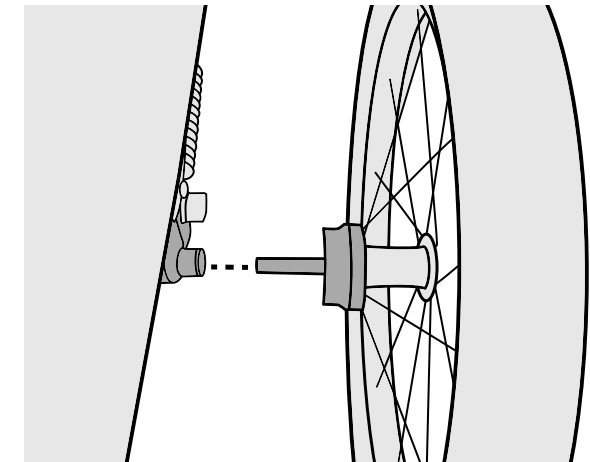

Abbildung 6
2. Schieben Sie die Radachse in die Achsenhalterung und lassen Sie den Knopf anschließend los. Ziehen Sie fest an dem Rad, um sich zu vergewissern, dass die Achse vollständig eingerastet ist (Abbildung 6).